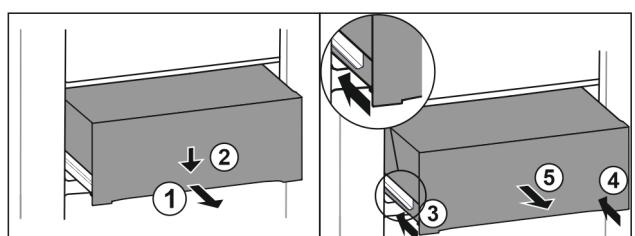

Fig. 151
- ▶ Tirer le tiroir jusqu'à mi-chemin. Fig. 151 (1)
- ▶ Appuyer sur l'avant du tiroir vers le bas. Fig. 151 (2)
- ▶ Insérer le rail gauche d'env. 2 cm. Fig. 151 (3)
- ▶ Insérer le rail droit d'env. 2 cm. Fig. 151 (4)
- ▶ Retirer le tiroir par l'avant. Fig. 151 (5)